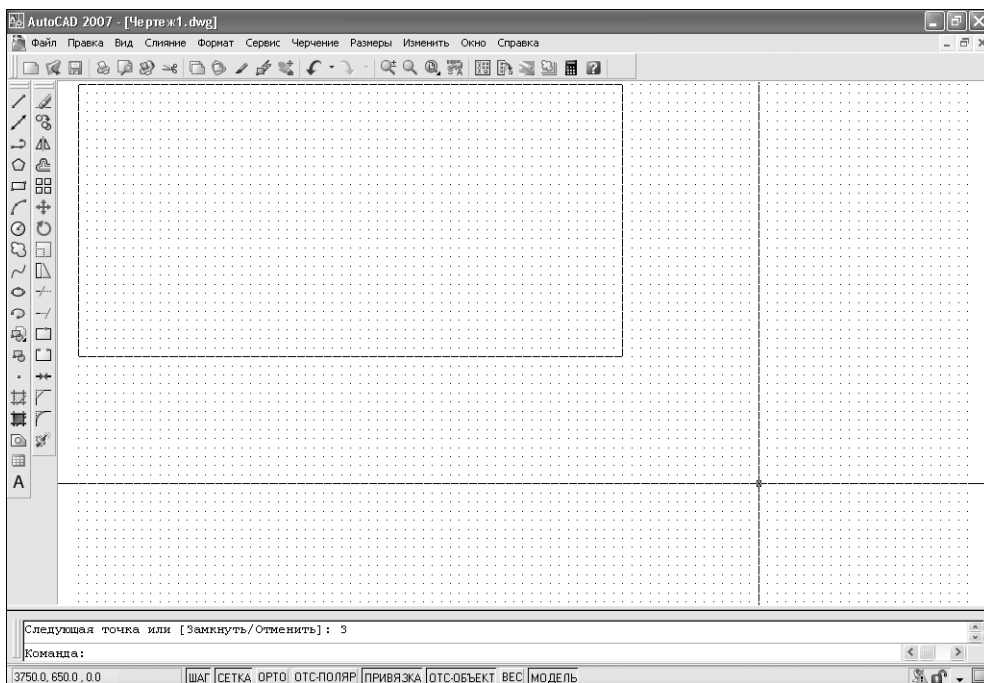

Рис. 3.12 ▼ Законченный контур габаритов рабочей зоны
7. Для завершения построения прямоугольника введите **Замкнуть** (CLOSE) или просто **з** (C). AutoCAD замкнет контур (рис. 3.12) и автоматически завершит выполнение команды **Отрезок** (LINE).
нен в файле Work030.dwg. Открытый чертеж должен состоять из четырех линий, образующих прямоугольник (см. рис. 3.12).